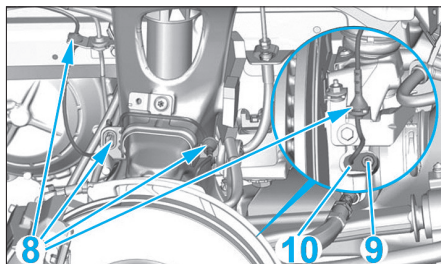

Fig. 63
- Dégrafer le faisceau en (8) (Fig.63).
- la vis (9),
- le capteur de roue (10).